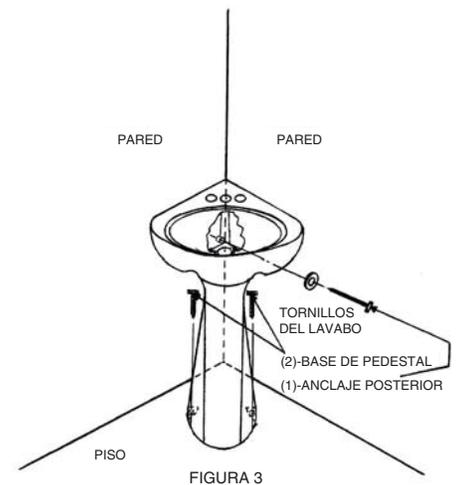

FIGURA 3
7. Coloque la pata del pedestal utilizando la muesca de descanso del lado inferior del lavabo como guía. La parte posterior de la pata debe estar en posición vertical y lejos de la superficie de la pared. Vea la FIGURA 3.
Vuelva a colocar el lavabo y el ancla en la pared con el perno que viene con el lavabo. El orificio para el ancla se ubica en la parte inferior del lavabo, cerca de la esquina posterior, como se muestra en la **FIGURA 3**.